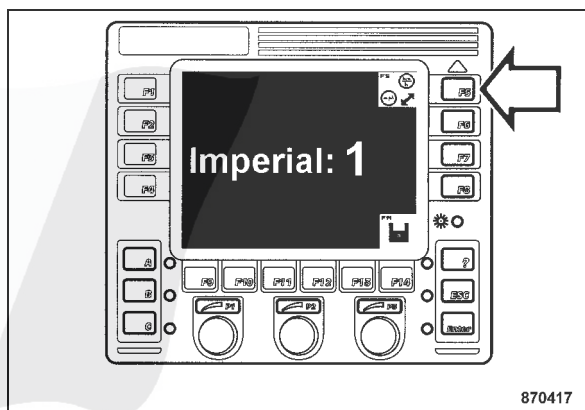

Fig. 79
- Appuyer sur la touche "F5" (Fig. 79) et sélectionner les unités de mesures.